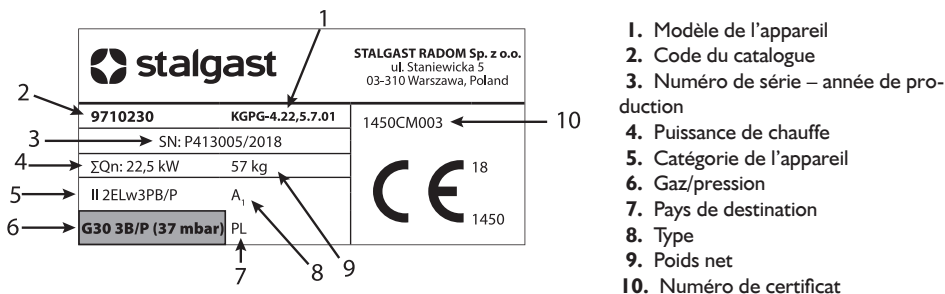

Figure 17. Exemple de plaque signalétique
Exemple : Adaptation du réchaud au brûlage du gaz propane-butane à un brûlage de gaz naturel. Une fois le processus d'adaptation terminé collez la vignette **G20 2E (20mbar)** jointe à l'injecteur sur la plaque signalétique (fig. 15, pos. 1, fig. 17)